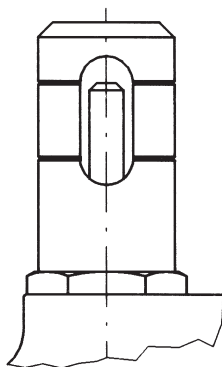

Fig. 17
- 5) Aumentare completamente la taratura del pilota 3 ruotando la ghiera 11 in senso orario, senza oltrepassare il valore di intervento del blocco, ed eventualmente diminuire la taratura del pilota 10 del monitor. Assicurarsi che il monitor 7 assuma la posizione di lavoro e che il regolatore 1 raggiunga la massima apertura controllando la posizione degli indicatori di corsa attraverso gli oblò (fig. 17).
- 8) Verificare che il monitor si posizioni in completa apertura e che il regolatore assuma la posizione di lavoro controllando le posizioni degli indicatori di corsa attraverso gli oblò (fig. 17).